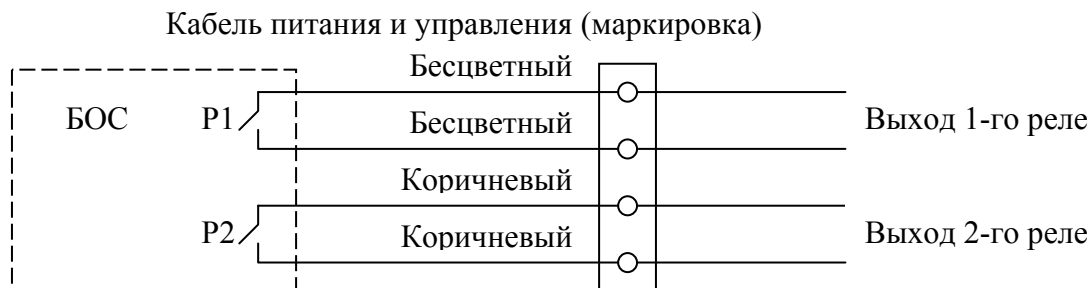

Рис. 8.5. Подключение выходных реле. Контакты реле в положении «тревога».
8.5.1. Все выходные реле изделия являются отдельными, неполярными и гальванически развязанными. При использовании реле для коммутации нагрузок необходимо учитывать, что реле являются электронными и перегрузка по протекающему току или приложенному напряжению могут привести к выходу их из строя. Подключение выходных реле к коммутационной колодке показано на рис. 8.5. Используется кабель питания и управления.